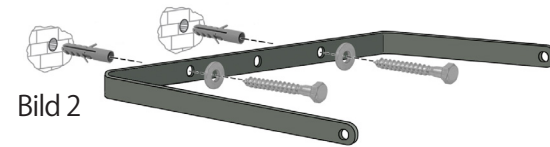

Bild 2
2. Die Bohrlöcher an den entsprechenden Stellen anzeichnen, die Löcher bohren und die Dübel einsetzen. Bei Holzwänden oder Leichtbauwänden passendes Material verwenden. Den Halter mit Schrauben und ggf. mit Unterlegscheiben anschrauben (Bild 2).